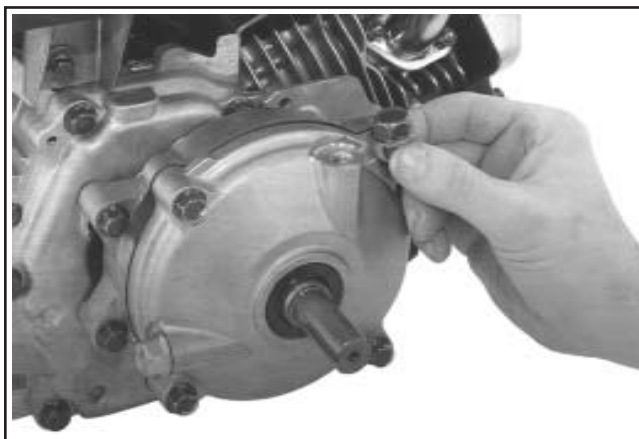

Figure 11-46. Installation du bouchon de remplissage/aération.
9. Installer le bouchon de vérification et le bouchon de remplissage dans leur emplacement respectif. Le bouchon de remplissage contient un trou d'aération et doit être installé en haut. Voir la figure 11-46. **Serrer les bouchons sur couple de 15-19 N·m (133-168 in. lb.).**